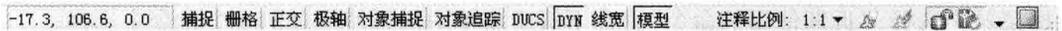

图 1-6 “AutoCAD 2008 经典”模式下的状态栏
(8) 状态栏。状态栏位于主窗口底部，用来反馈当前的工作状态，如图 1-6 所示为“AutoCAD 2008 经典”模式下的状态栏。